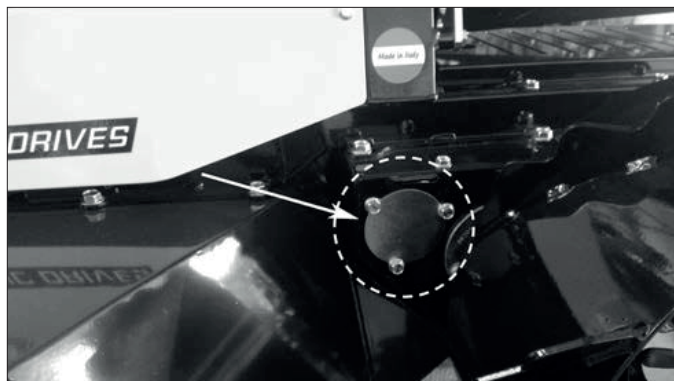
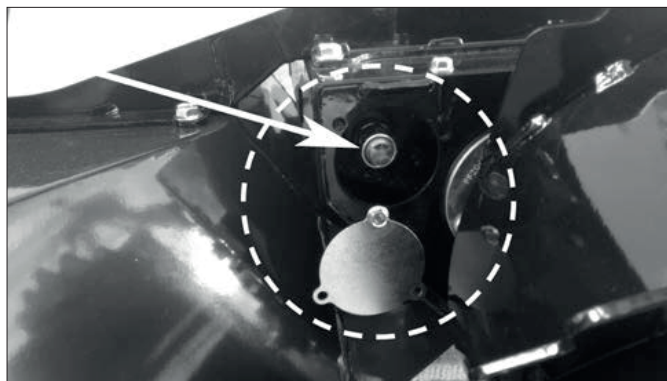

Abbildung 7-8: Inspektionsdeckel
Abbildung 7-9: SYNCRODRIVE™ -Systemeinstellung
- Versuchen Sie, die Arbeitskraft des patentierten SYNCRODRIVE™ -Systems zu reduzieren. Entfernen Sie in diesem Fall den Deckel vom Getriebekasten (Abbildung 7-8: Inspektionsdeckel) und lösen Sie die Mutter mit einem Ch24-Steckschlüssel um ¼ Umdrehung (Abbildung 7-9: SYNCRODRIVE™ -Systemeinstellung). Führen Sie nacheinander jeweils ¼ Umdrehungen aus, bis die Maschine leichter zu fahren ist. Wenn das Problem weiterhin besteht, lesen Sie das Kapitel „Phasensteuerung der hydrostatischen Motoren“.
- Versuchen Sie, die Arbeitskraft des patentierten SYNCRODRIVE™ -Systems zu erhöhen. Nehmen Sie in diesem Fall den Deckel vom Getriebekasten ab (Abbildung 7-8: Inspektionsdeckel) und schrauben Sie die Mutter mit einem Ch24-Steckschlüssel um ¼ Umdrehung (Abbildung 7-9: SYNCRODRIVE™ -Systemeinstellung) ein. Führen Sie nacheinander jeweils ¼ Umdrehungen aus, bis die Maschine richtig geradeaus läuft. Wenn das Problem weiterhin besteht, lesen Sie das Kapitel „Synchronisierung der hydrostatischen Motoren“.
Nehmen Sie den Inspektionsdeckel ab (Abbildung 7-8: Inspektionsdeckel). Lösen Sie die Mutter (Abbildung 7-9: Einstellung des SYNCRODRIVE™-Systems) mit einem Ch24-Steckschlüssel, bis die Feder unter der Mutter nicht mehr drückt. Möglicherweise müssen zwei oder drei volle Umdrehungen gemacht werden.